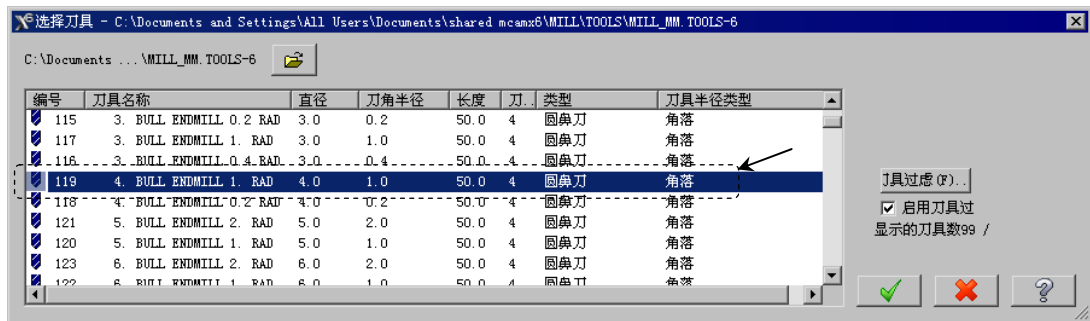

图 17.12 “选择刀具”对话框
Step4. 选择刀具。在“曲面精加工平行铣削”对话框中单击 按钮，系统弹出“选择刀具”对话框，在该对话框的列表框中选择图 17.12 所示的刀具。单击 按钮，关闭“选择刀具”对话框，系统返回至“曲面精加工平行铣削”对话框。